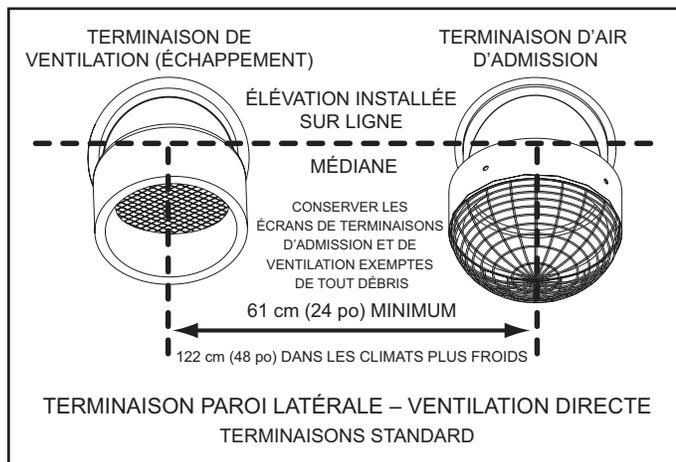

Figure 26
- Pour installer une terminaison d'entrée d'air et une de ventilation dans une configuration de ventilation directe à travers une paroi latérale, il doit y avoir une séparation minimum de 61 cm (24 po), mesurée sur la ligne médiane verticale, entre les terminaisons d'entrée d'air et de ventilation, voir la Figure 26.
- Pour installer les terminaisons d'entrée d'air et de ventilation dans une configuration de ventilation directe à travers une paroi latérale, les terminaisons d'entrée d'air et de ventilation doivent être installées à la même élévation mesurée sur la ligne médiane horizontale - voir la Figure 26.
Toutefois, la distance entre les terminaisons de ventilation et d'entrée d'air les plus proches doit être d'un minimum de 61 cm (24 po). Dans les climats plus froids, cette séparation doit être augmentée d'au moins 122 cm (48 po). Voir Figure 26.